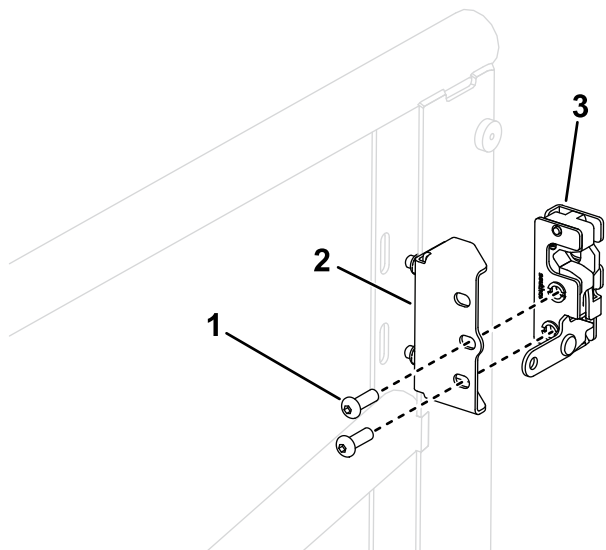

Figura 6
7. Instale el cierre de la puerta izquierda en el soporte de cierre de la puerta, tal y como se muestra en la Figura 6; apriete los pernos de cabeza allen a entre 10 y 12 N·m.